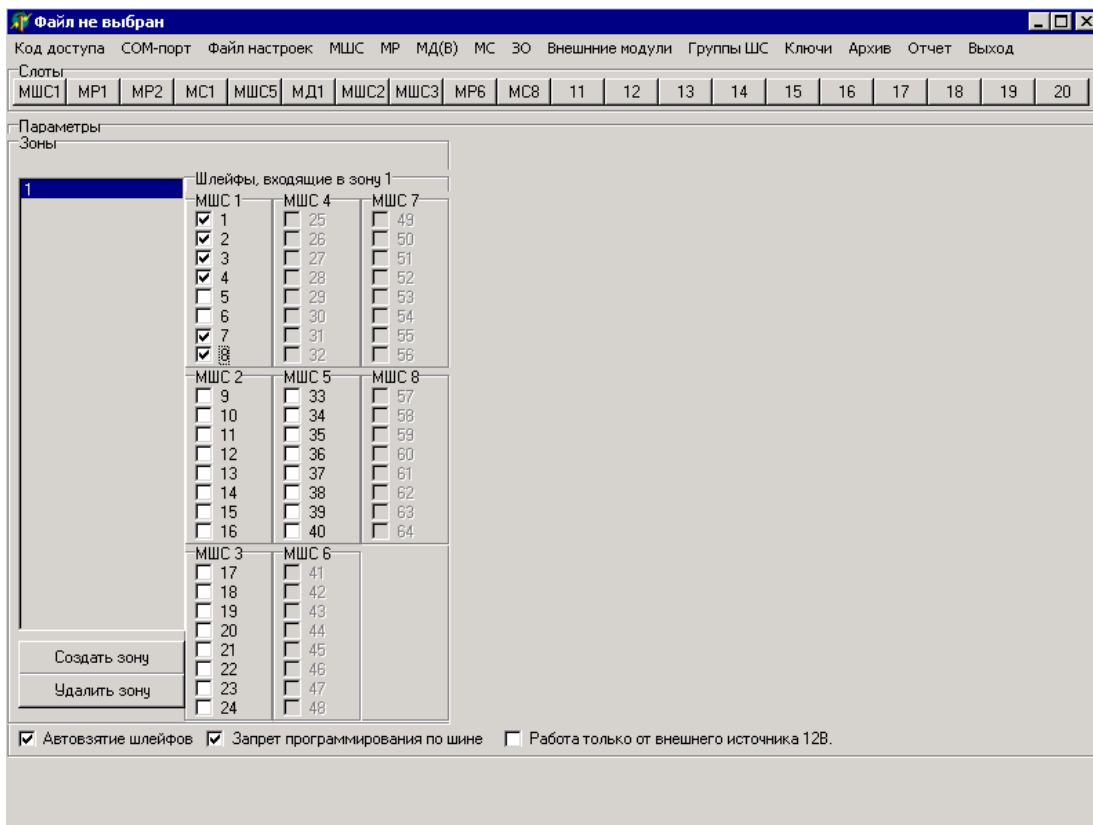

Рис. 13
2.1.5.3 При нажатии командной кнопки «Создать зону» в конце списка зон появляется новая зона (первоначально пустая) с автоматически сформированным порядковым номером. В списке «Шлейфы, входящие в зону» необходимо отметить значком «√» те ШС, которые входят в текущую (создаваемую) зону (рисунок 13):